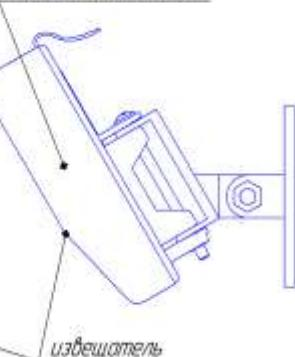

Рисунок 4 – Место хранения постоянного магнита
Командой «Программирование адреса устройства» можно задать адрес извещателя независимо от того, какой ему адрес присвоен на данный момент. Это может быть использовано в случае ошибочного назначения одинаковых адресов двум и более устройствам. Для этого с пульта или компьютера подать команду на программирование требуемого адреса. После чего в течение не более 5 минут к извещателю, который находится в дежурном режиме, поднести постоянный магнит к обозначенному месту, (см. рисунок 4). При этом светодиод извещателя переходит в режим непрерывного свечения. На пульте или компьютере отобразятся события о потере связи с устройством по старому адресу и о восстановлении связи с устройством по новому адресу. Если устройства имели одинаковый адрес, то сообщений о потере связи по старому адресу не будет.
2.4.3 Контроль функционирования извещателя можно осуществить путём поднесения постоянного магнита к извещателю (см. рисунок 4). ПКУ «С2000М» или АРМ «Орион Про» должен выдать сообщение «Тест» или «Пожар», в